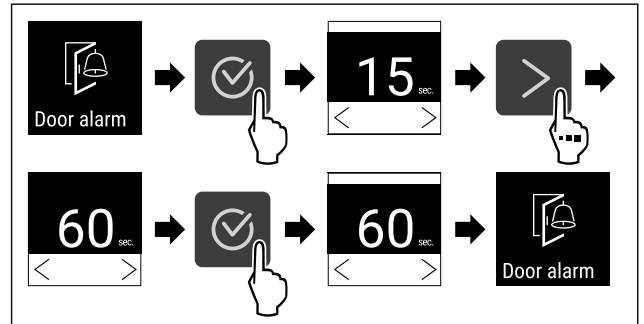

Fig. 105
- ▶ Atlikite veiksmus (žr. Fig. 105).